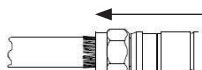

Bild 2
5. Stülpen Sie den Stecker mit der Umlaufmutter voran über das vorbereitete Kabel, um das Dielektrikum glattzustreichen (Bild 2).